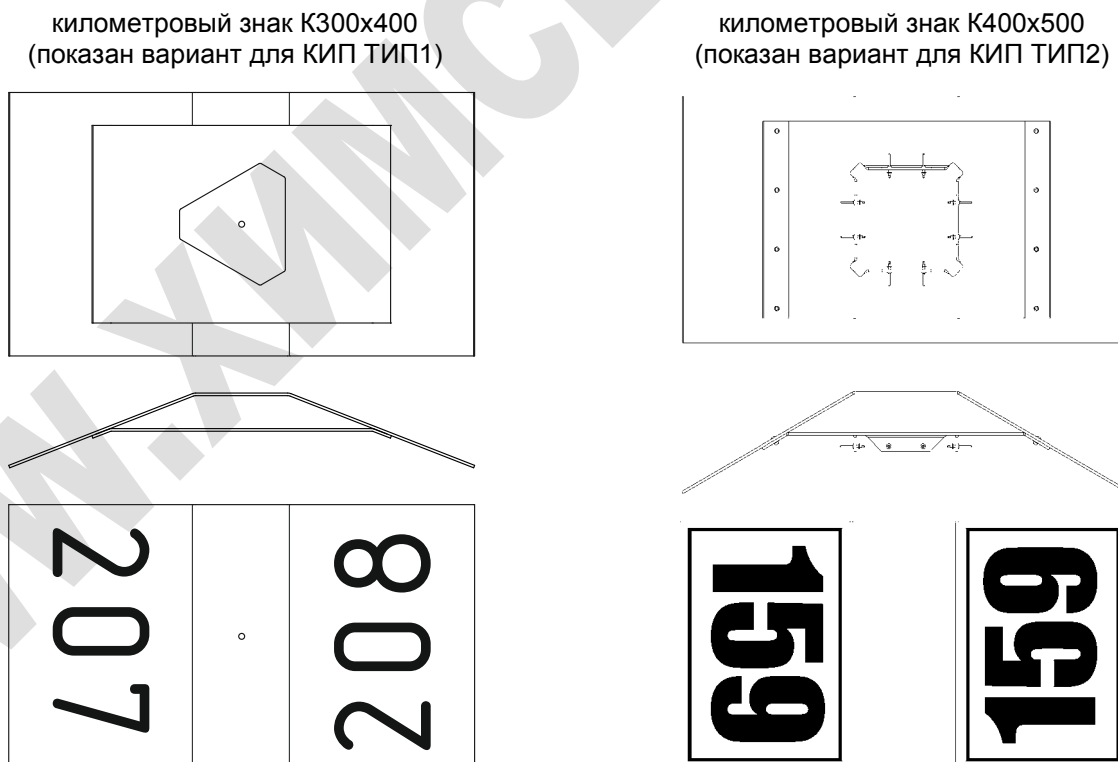

Рисунок 2 – Исполнения километровых знаков
1.2.10 В зависимости от размера информационного поля, километровый знак может быть двух исполнений (рисунок 2) К300х400 и К400х500. Вариант исполнения определяется при заказе.